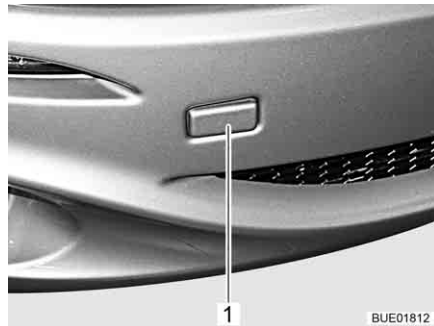

Fig. 48 Tapa para el alojamiento de la argolla de remolque
- Retirar la tapa (Fig. 48,1).